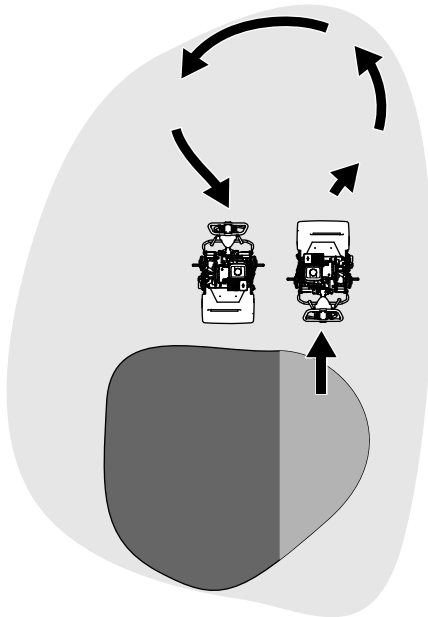

Figura 21
- Retire a máquina do relvado, levantando o cilindro de corte (empurre a pega para baixo) e fazendo uma volta em forma de gota no tambor de tração (Figura 21).
1. Localize a alavanca de engate da tração na caixa de engrenagens da transmissão (Figura 21).